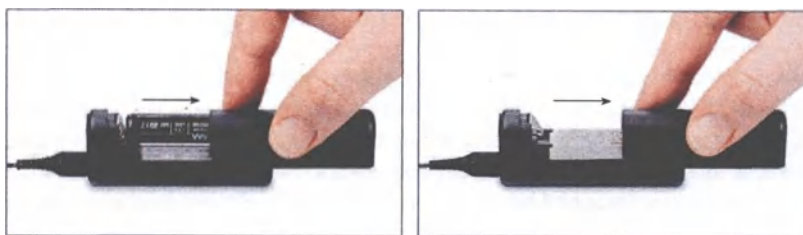

Рис. 19 Открытие батарейного отсека
3. После отключения питания миниатюрного блока элементов питания батарейный отсек разблокируется автоматически. Теперь можно снять крышку батарейного отсека (см. рис. 19).